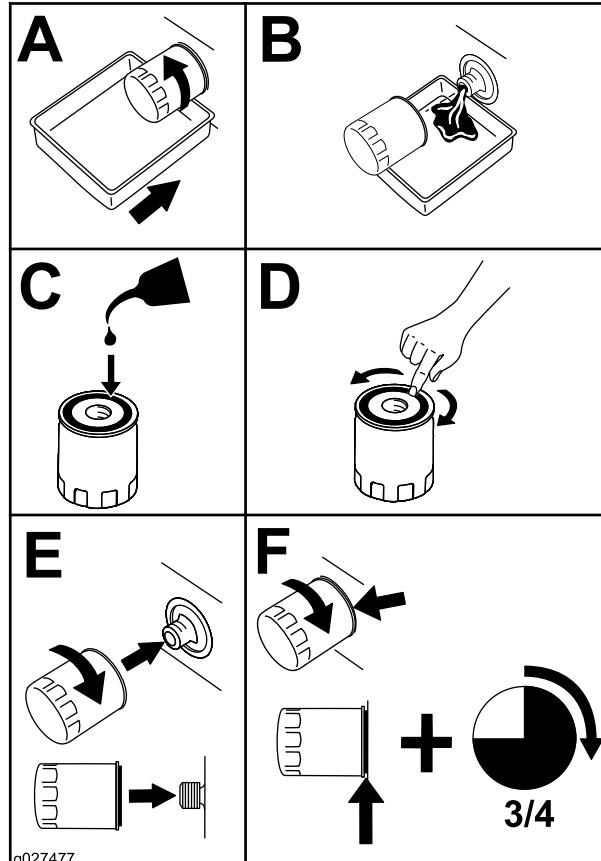

Figura 44
2. Sustituya el filtro de aceite del motor (Figura 44).